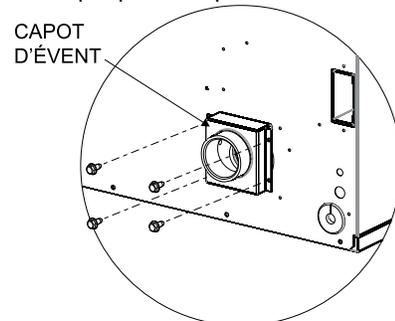

Figure 11
5. Fixer le capot d'évents sur la plaque d'adaptateur à l'aide de quatre (4) vis à tôle de 10 x 1/2 po (fournies). **Voir Figure 11.** **ATTENTION :** Pour assurer l'étanchéité à l'eau, ne pas laisser un espace de plus de 3 mm (1/8 po) entre les brides du capot d'évent et de la plaque d'adaptateur d'évacuation.